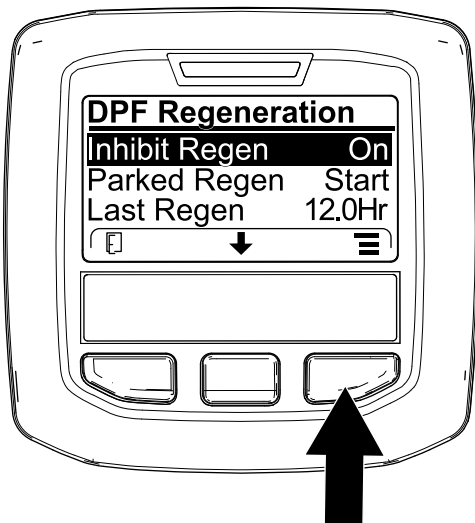
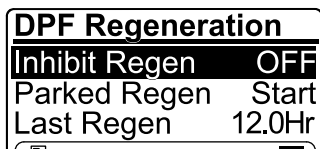

Figura 35
Figura 36
1. Accesai meniul DPF Regeneration (Regenerare DPF), apăsai butonul central pentru a derula în jos la opțiunea INHIBIT REGEN (Inhibare regenerare) și apăsai butonul din dreapta pentru a selecta accesarea Inhibit Regen (Inhibare regenerare) (Figura 35).
2. Apăsai butonul din dreapta pentru a schimba setarea de inhibare a regenerării de la Pornire la Oprire (Figura 35) sau de la Oprire la Pornire (Figura 36).